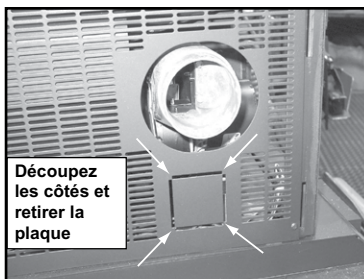

Figure 19.1
- g. Découpez les côtés et retirez la plaque. **Figure 19.1.**